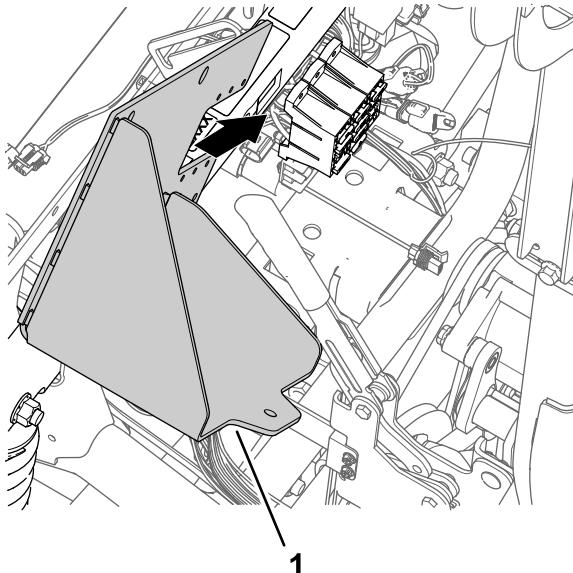

**Figure 174**
6. Déposez le support de batterie de la machine (Figure 174).